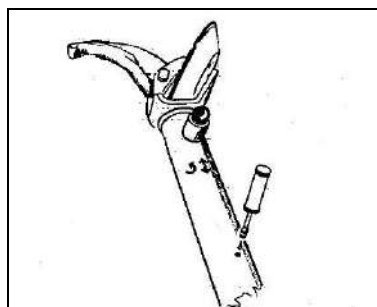

Рисунок 34
- 4) Таким же образом смажьте цилиндр держателя инструмента (см. Рисунок 34).